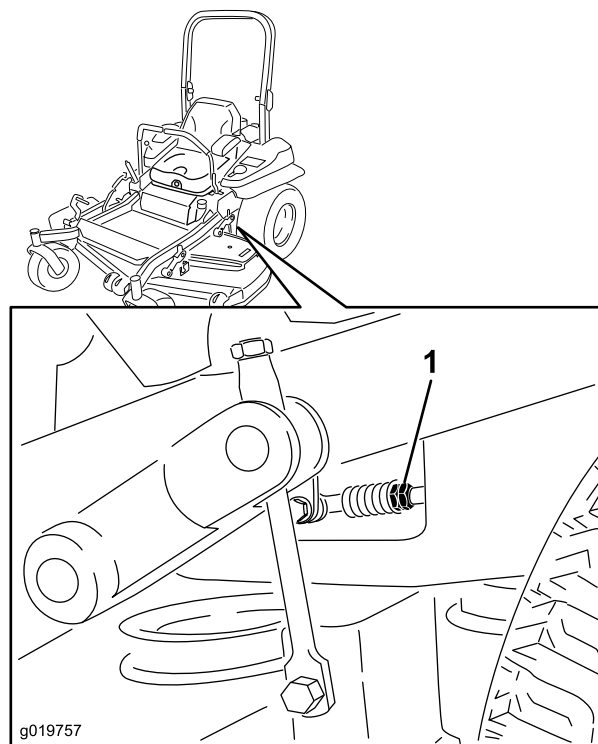

Bild 79
7. Stellen Sie die Fahrtriebshebel in die Neutralstellung. Stellen Sie die Länge der Pumpstange ein, indem Sie die Doppelmuttern an der Stange so weit in die entsprechende Richtung drehen, bis sich das Rad leicht zurückdreht (Bild 79). Stellen Sie die Fahrtriebshebel in die Rückwärtsstellung und üben Sie etwas Druck auf den Hebel aus, damit die Federn die Hebel wieder in die Neutralstellung bringen. Das Rad darf sich nicht mehr drehen, kann sich aber leicht rückwärts drehen.